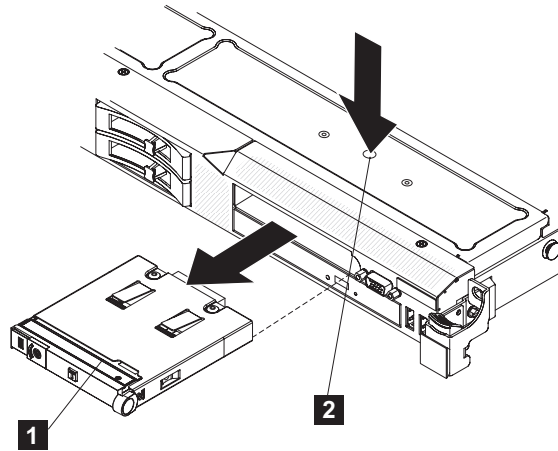

図 205. SAN ボリューム・コントローラー 2145-CF8 オペレーター情報パネルを取り外すための解放タブの使用
7. 先のとがったものを使用して、解放タブ (253 ページの図 205 の **2**) を押し下げます。